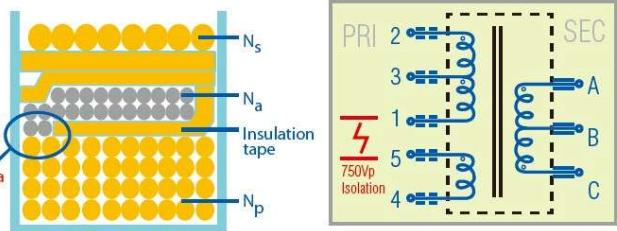

図 7.1: コロナ
**変圧器:**トランスの一次側において、図7.1のように絶縁不良がある場合、